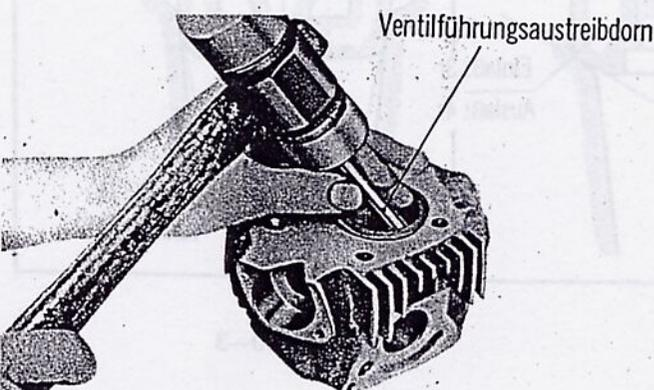

Abbildung 23
- a. Ventilführung am Zylinderkopf mit dem Ventilführungsaustreibdorn (Werkzeug Nr. 07047-25901) ausbauen. (Abbildung 23)